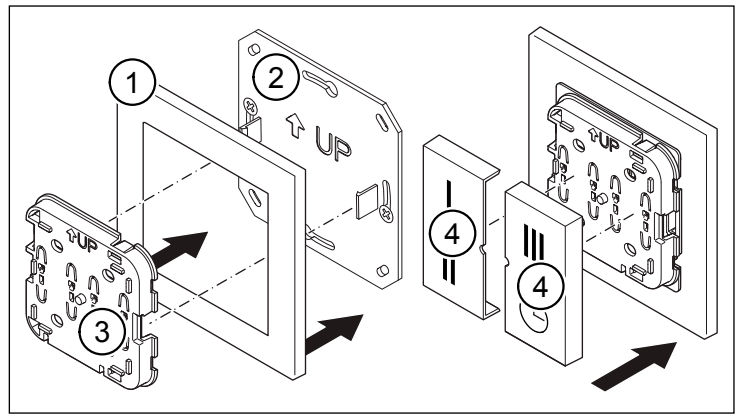

Abb. 4: Funktaster zusammenbauen
- ▶ Setzen Sie den Rahmen (Pos. 1 in Abb. 4) auf die Montageplatte (Pos. 2 in Abb. 4).
- ▶ Rasten Sie die Elektroneinheit (Pos. 3 in Abb. 4) an den Rasthaken der Montageplatte ein. Beachten Sie, dass der Pfeil mit der Bezeichnung „UP“ immer nach oben zeigt.
- ▶ Setzen Sie die beiden Taster (Pos. 4 in Abb. 4) auf die Elektroneinheit auf.